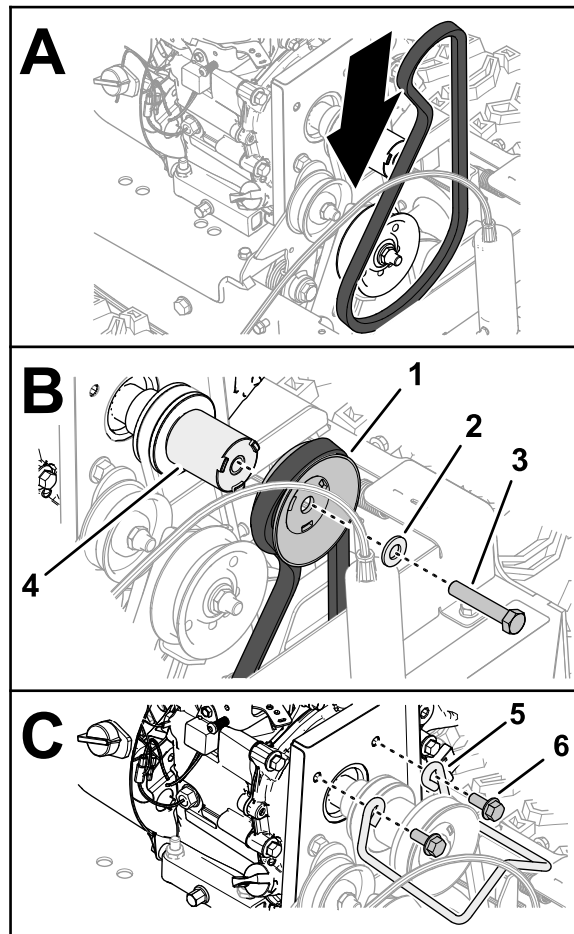

Figura 45
- Monte a correia de 96 cm no entalhe da polia do veio de transmissão (Figura 45).
- Monte a correia no entalhe da polia da transmissão da vassoura (Figura 45).
- Monte a polia da transmissão da vassoura no espaçador da polia (Figura 45).
- Prenda a polia e espaçador com o veio de transmissão (Figura 45) com o parafuso ($\frac{3}{8}$ pol. x 2 pol.).
7. Monte o guia da correia no motor com os dois parafusos flangeados (**Figura 45**).